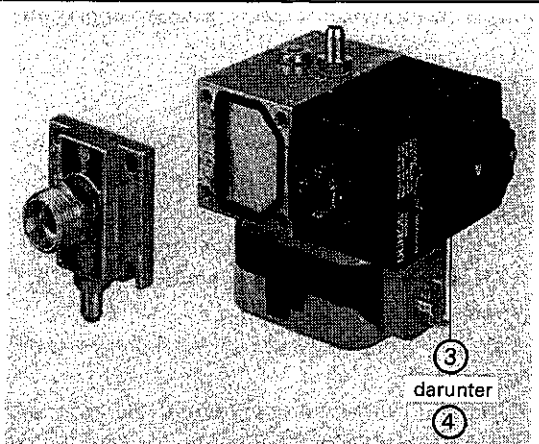

Abb. 74
5. Abdeckung ③ für Einstellschraube ④ (Abb. 74) am Gaskombiventil zur Seite schieben.